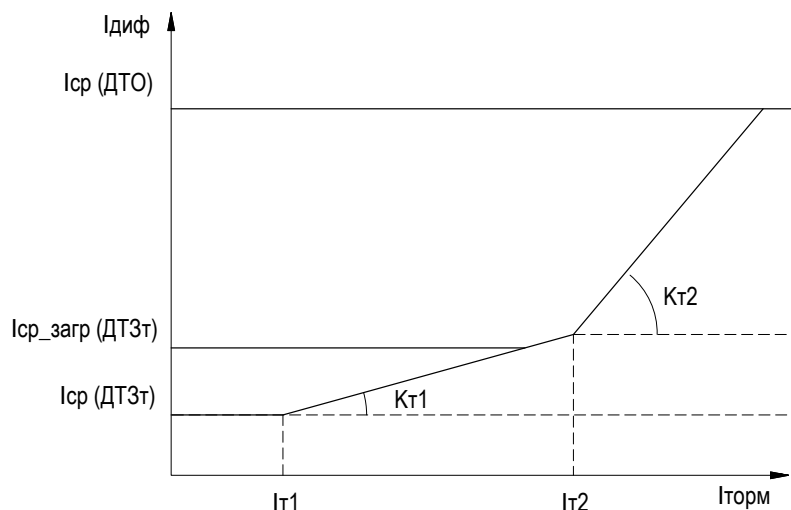

Рисунок 2.2 – Характеристика срабатывания ДЗТ
2.2.4.1 Характеристика срабатывания «ДТЗт» в координатах  $I_{\text{диф}}$  и  $I_{\text{торм}}$  представляет собой ломаную линию (см. рисунок 2.2), состоящую из трех участков. Данная характеристика срабатывания обеспечивает чувствительность «ДТЗт» при малых токах КЗ в зоне действия защиты.
2.2.4.13 При выявлении неисправности в цепях ТТ, что определяется срабатыванием функции «КЦТ» по сторонам трансформатора (см. подраздел 2.3) автоматически увеличивается уровень тока срабатывания горизонтального участка тормозной характеристики для снижения вероятности ложного срабатывания «ДТЗт» в режиме протекания токов нагрузки путем загрузления уставки «ДТЗт» до уровня «Iср\_загр» (см. рисунок 2.2).
2.2.5.1 Функция дифференциальной токовой отсечки («ДТО») предназначена для быстрого и селективного отключения повреждений, сопровождающихся большими токами КЗ в зоне действия ДЗТ. Характеристика срабатывания «ДТО» (см. рисунок 2.2) представляет из себя прямую линию, определяемую уставкой «Iср». Функция «ДТО» работает без каких-либо блокировок и не имеет торможения. Срабатывание функции «ДТО» происходит, если дифференциальный ток превышает уставку «Iср» в течении выдержки времени «Tср». Возврат функции «ДТО» происходит, если дифференциальный ток ниже уставки «Iср» с учетом коэффициента возврата («Квоз» равен 0,95).